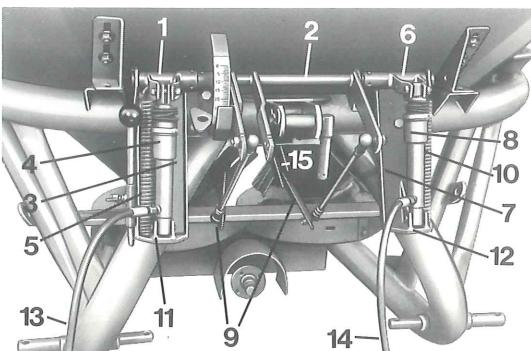

fig 10
4.2.2.1 Fest koblingsdelen (fig 10/1) på den høyre akseldelen (fig 10/2) ved hjelp av de medfølgende stifter.
4.2.2.2 Skyv konsollen (fig 10/3) på koblingsdelen (fig 10/1) og skru konsollen fast i rammen med 2. M 10 x 16 skruer.
4.2.2.3 Skru fast hydrauliksyylinderen (fig 10/4) i koblingsdelen (fig 10/1).
4.2.2.4 Fest fjæren (fig 10/5) i øvre delen av koblingsstykket.
4.2.2.5 Fest koblingsdelen (fig 10/6) på den venstre akseldelen (fig 10/7) med de medleverte stifter.
4.2.2.6 Skyv konsollen (fig 10/7) med påskrudd festeplate på koblingsdelen (fig 10/6).
4.2.2.7 Skru fast hydrauliksyylinderen (fig 10/8) i koblingsstykket (fig 10/6).
4.2.2.10 Fest fjæren (fig 10/10) ved koblingsstykket (fig 10/6).